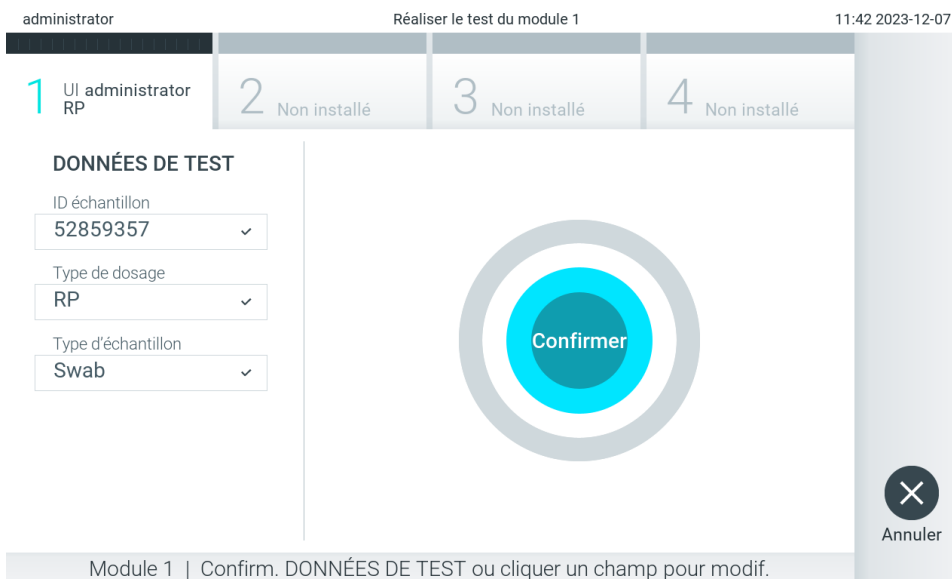

Figure 26. Écran Confirm (Confirmation).
5. L'écran Confirm (Confirmer) s'affiche. Vérifiez les données saisies et introduisez les modifications nécessaires en appuyant sur les champs correspondants de l'écran tactile et en modifiant les informations (figure 26).